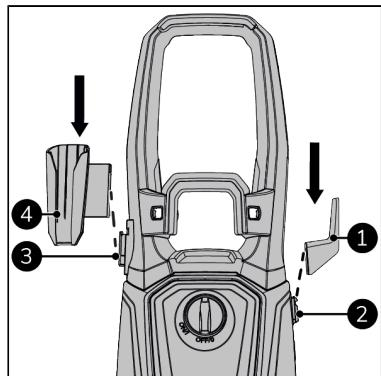

Abbildung 49.
1. Schieben Sie die Stromkabelhalterung (Abbildung 49, Pos. 1) auf den Hauptkörper (Abbildung 49, Pos. 2).
3. Schieben Sie die Pistolenhalterung (Abbildung 49, Pos. 4) auf den Griff (Abbildung 49, Pos. 3).